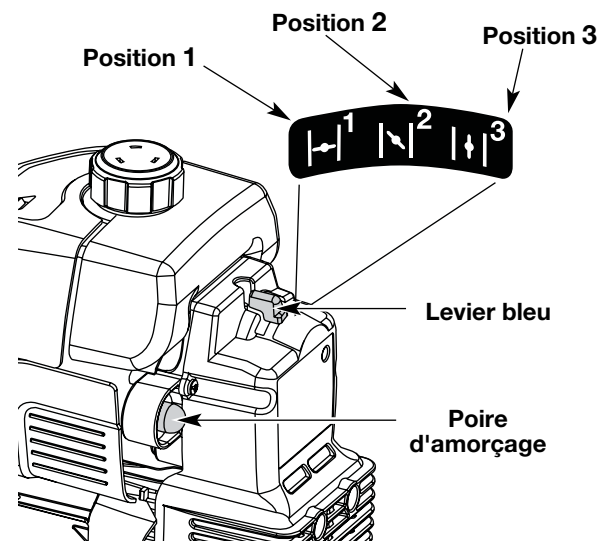

Fig. 10
- Pressez et relâchez la poire d'amorçage à 10 reprises, lentement. Une certaine quantité de **carburant devrait être visible dans la poire d'amorçage** et les conduites de carburant (Fig. 10). Si vous n'apercevez pas de carburant dans la poire, pressez et relâchez la poire autant de fois que nécessaire jusqu'à ce que vous aperceviez du carburant dans cette dernière.
- Mettez le levier bleu en **Position 1** (Fig. 10).
- Une fois que le moteur est chauffé, placez le levier bleu d'étranglement en **Position 3** (Fig. 10). La machine est prête à être utilisée.
SI... Le moteur hésite, remettez le levier en **Position 2** (Fig. 10) et continuez à le chauffer.